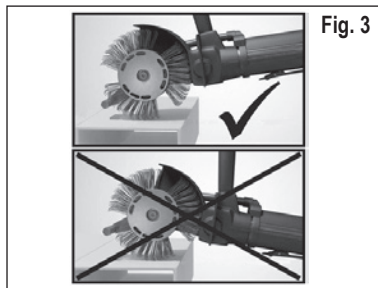

Fig. 3
5. Para obter um performance melhor, observe que a barra de aceleração seja passada perto da superfície a tratar. Em caso de uma distância muito grande da barra de aceleração à superfície, o performance será reduzido consideravelmente. **Vide a Fig. 3.** A descrição detalhada do modo de trabalho do **MBX®** Bristle Blaster® consta no **DVD incluído no fornecimento ou em www.monti.de**